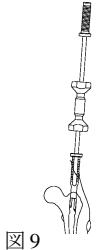

図9
- 5) 抜去用アダプタの後端にネイル抜去器を取り付け、ネイルを抜去します。(図9)